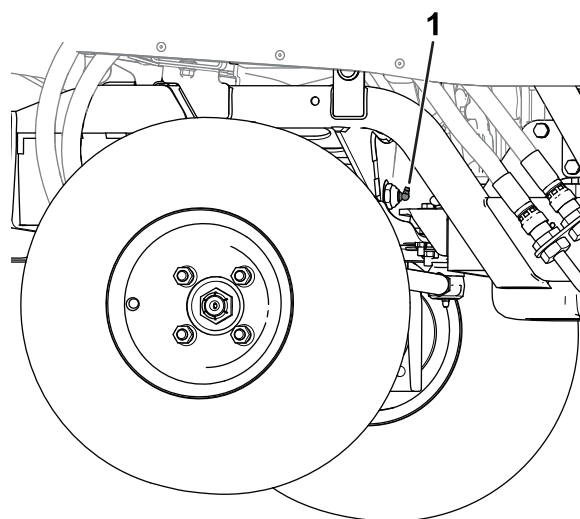

Рисунок 49
- Ось поворотного шкворня моста (Рисунок 49)